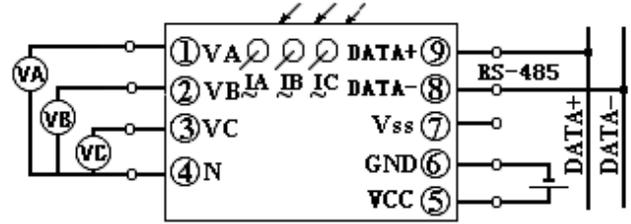

图 3.3.2 三相四线制三隔离 S3 型产品接线参考图
3.3.4.2、三相四线制三隔离 S3 型产品接线参考图，见图 3.3.2(Vss 为 RS485 的地)。